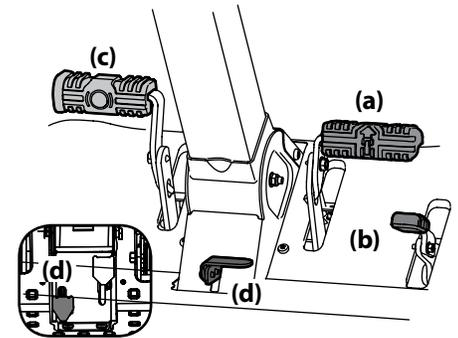

Figura 3-3
2. Para conducir hacia ADELANTE, presione lentamente el pedal de marcha adelante (a) hasta alcanzar la velocidad deseada. Consulte la Figura 3-3.
6. Para conducir marcha atrás, verifique que el área de atrás esté despejada. Luego presione lentamente hacia adelante el pedal de transmisión marcha atrás con la parte anterior de la planta del pie (NO con el talón) hasta alcanzar la velocidad deseada. Consulte la Figura 3-3.